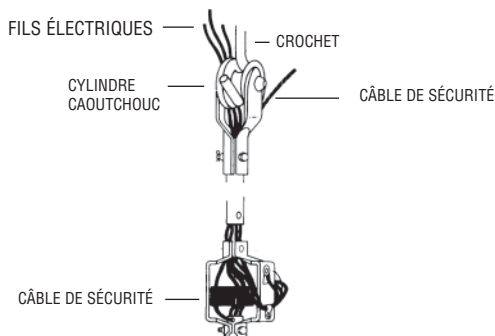
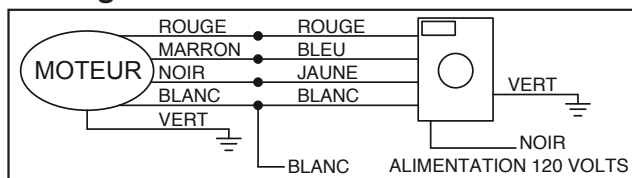

Figure 2
Figure 5
- Faites glisser le chapeau de couverture supérieur (B) en forme de cloche en le remontant sur la tige. Faites aussi glisser le chapeau de couverture inférieur (C) vers le haut de la tige.
- Passer les 5 fils et le câble de sécurité au travers du trou central de la manille acier de connexion au-dessus du moteur (A), puis continuer de passer fils et câble au travers de la tige creuse de suspension jusqu'à ce qu'ils ressortent par l'extrémité de manille supérieure.
**CONSEIL :** Le câble de sécurité doit être fixé sur un côté de la manille avec de la bande adhésive d'électricien pour l'empêcher de reposer sur le dessus du moteur durant le fonctionnement (voir la Figure 2).
- Faites glisser le chapeau inférieur (C) vers le bas pour être à au moins 6,35 mm au-dessus du moteur.
- Fixez les trois lames, leur côté incurvé en dessous vers le moteur, avec la cale d'isolation montée entre pale et ventilateur. Assurez-vous que le support de pale est à plat contre la plate-forme de moteur quand vous serrez les écrous de pales pour une bonne fixation (voir la Figure 5).
**IMPORTANT CONSEIL :** Il est important de remarquer la bonne position d'installation des serre-câbles comme illustré en Figure 5. Pour obtenir la meilleure force de maintien, installez la section étrier de l'attache en fin de câble ou sur sa petite partie, en chevauchant le grand morceau du câble. Une installation incorrecte réduit l'efficacité du raccordement jusqu'à 40%.